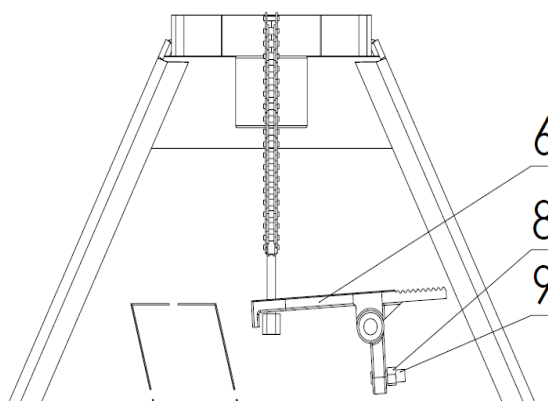

Rysunek 2
- Pociągnąć sworzeń łączący ramienia podnoszącego, oznaczony numerem 1 na rysunku 1 i wyjąć go z gniazda. (Rysunek 2)
- Zamontować ramię podnoszące (patrz Rysunek 2, element 3) i pompę hydrauliczną (patrz Rysunek 2, element 5) za pomocą korbowodu ramienia podnoszącego.
- Przełóż łańcuch na ramieniu podnoszącym (patrz Rysunek 2, numer części 4) przez otwór w środku wałka łączącego ramienia podnoszącego.